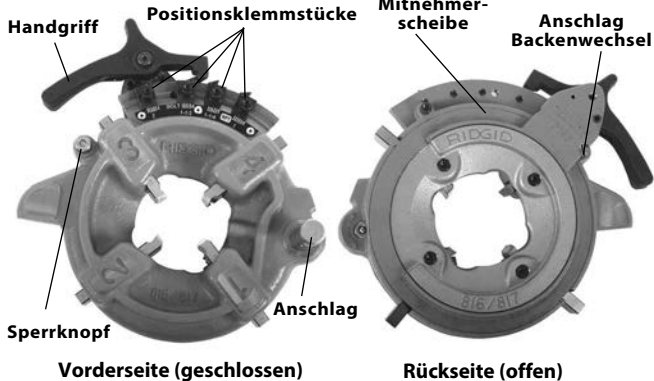

Abbildung 13 – Halbautomatischer Schneidkopf
2. Drücken Sie den Handgriff nach unten, sodass die Mitnehmerscheibe den Anschlag für den Schneidbackenwechsel berührt (Abbildung 13). Die Baugruppe aus Mitnehmerscheibe und Handgriff ist federgespannt und bewegt sich bei Herunterdrücken.